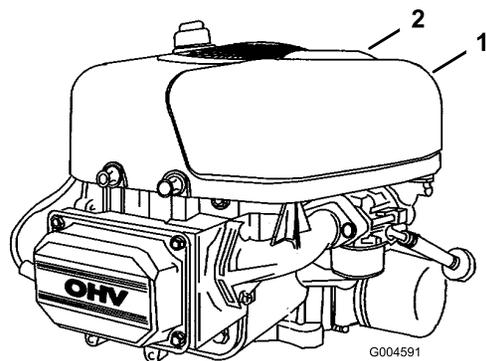

Figure 21
4. Tirez la poignée du couvercle du filtre à air et tournez-la vers le moteur (Figure 21), puis enlevez le couvercle.